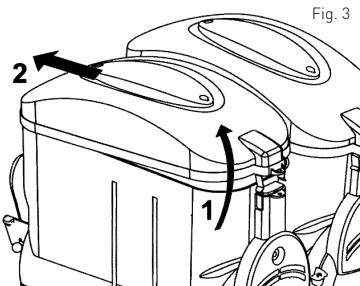

Fig. 3
- **AVVERTENZA:** La miscela deve essere versata nel recipiente (2) solo quando l'apparecchio è SPENTO e scollegato dalla fonte di alimentazione.
- Per rimuovere il coperchio (1) del recipiente (2), seguire le istruzioni (Vedi: Fig.3):
- 2) Rimuovere il coperchio (2) dal gancio sulla parte anteriore del recipiente.